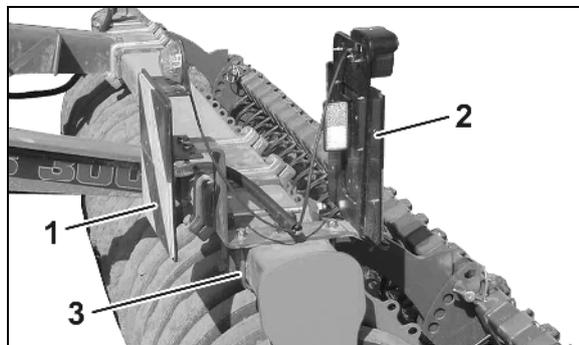

Fig. 15
- o Soltar o estribo de fixação e desmontar a iluminação dianteira (Fig. 15/1) e traseira (Fig. 15/2).